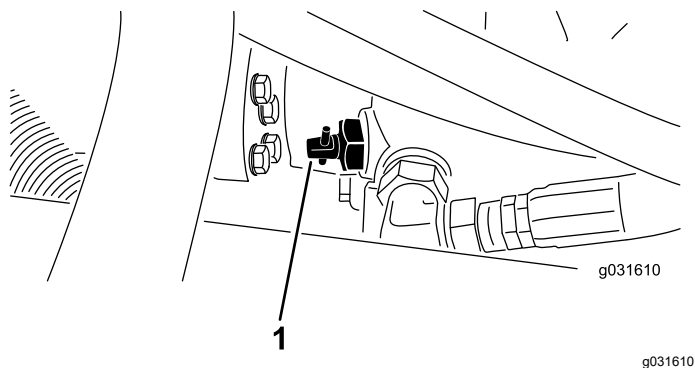

图 31
1. 找到泵上的旁通阀图 31 旋转 90° 1/4 圈以松开旁通阀。